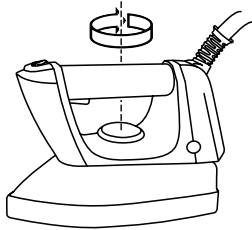

Fig. 1
- Seleccionar la máxima temperatura de la plancha, girando en sentido horario el regulador de temperatura de la plancha (Fig.1).
- Pasar la plancha de arriba abajo pulsando el mando vapor (G)